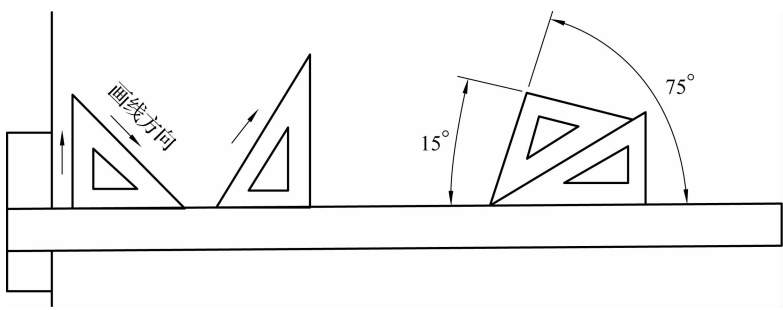

图 1-1-2 三角板的使用
(3)三角板。三角板有 45°和 30°/60°两种。三角板与丁字尺配合使用可画垂直线和与水平线成 30°、45°、60°以及 15°倍数角的各种倾斜线，如图 1-1-2 所示。